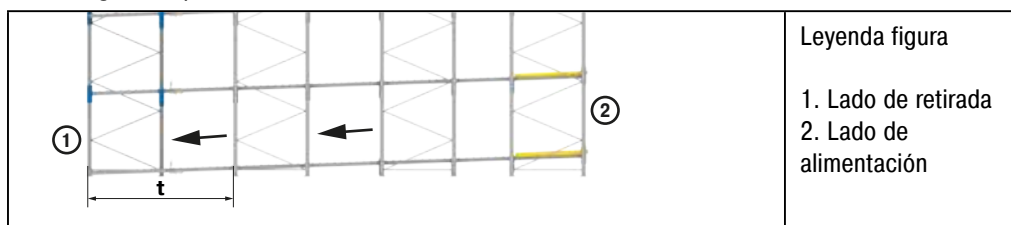

Figura 16: Vista lateral sistema de estanterías dinámicas para palets incluida medida t
- (ii) Determine la medida „t“ en el lado de retirada de las estanterías (véase la Figura 16).